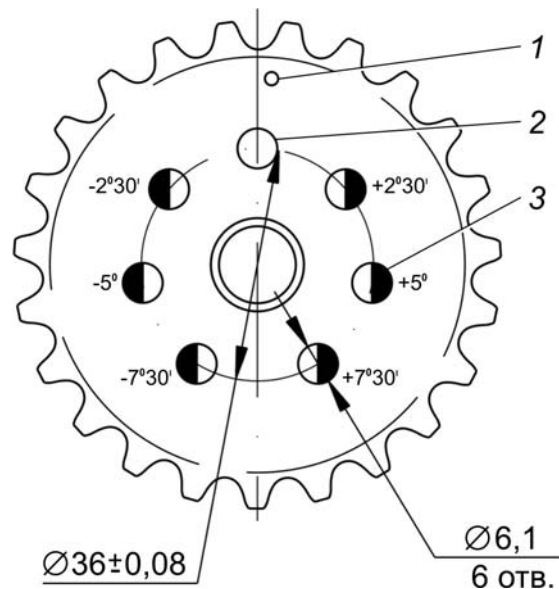

Рис. 3.2.42. Звездочка распределительного вала с дополнительными отверстиями: 1 - метка; 2 - заводское отверстие; 3 - дополнительные отверстия
5. По установленному на звездочку кондуктору (рис. 3.2.39) в каждой звездочке просверлить шесть дополнительных отверстий 3 (рис. 3.2.42) $\varnothing 6,1$ мм с угловыми смещениями $2^{\circ}30'$, $5^{\circ}00'$ и $7^{\circ}30'$ от номинального положения заводского отверстия 2, расположенного по оси симметрии одной из впадин зубьев звездочки. При этом три дополнительных отверстия, смещенные от оси симметрии впадины зубьев по часовой стрелке, плюсовые, три других, смещенные против часовой стрелки, - минусовые, если смотреть на звездочку со стороны метки 1.